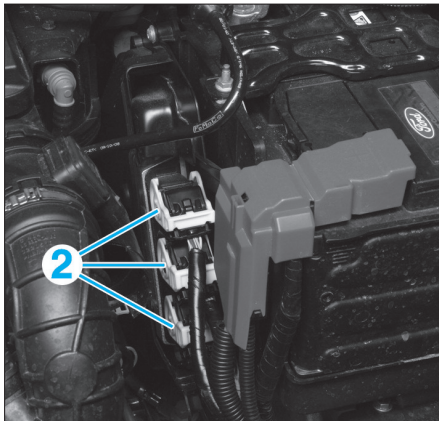

Fig. 27
- Déverrouiller et débrancher les trois connecteurs (2) du calculateur (Fig.27).